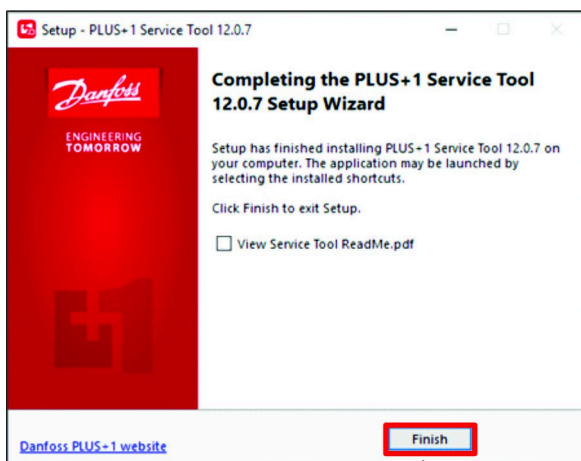

Figura 33
4. En el cuadro de diálogo Completar Asistente de configuración de la herramienta de mantenimiento, haga clic en el botón TERMINADO(Figura 33).